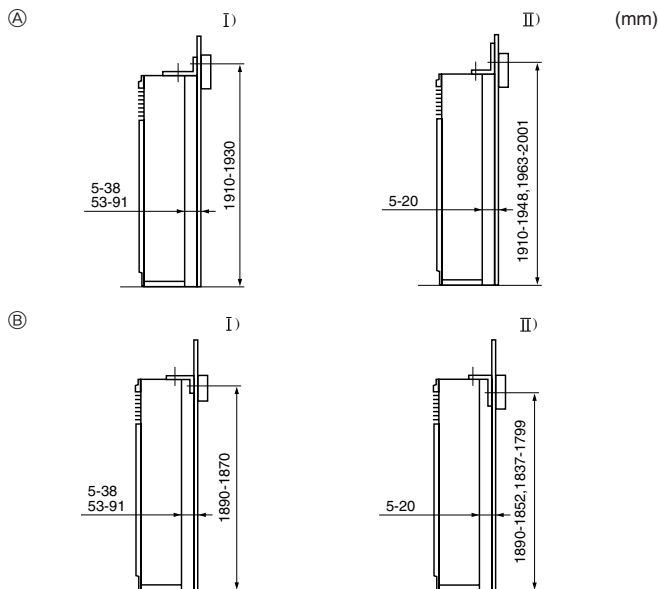

Fig. 3-3
① Staffa di protezione contro il ribaltamento
La staffa di protezione contro il ribaltamento ① è montata sulla superficie superiore dell'unità. Rimuovere le viti di maschiatura ② e installare poi di nuovo la staffa, come indicato nell'illustrazione. Per le distanze di installazione corrette, vedere la Fig. 3-3.
- Ⓔ Rimuovere la vite ⑩ e poi tirare la griglia in avanti per toglierla.
3.3. Montaggio della staffa di protezione contro il ribaltamento (Fig. 3-3)